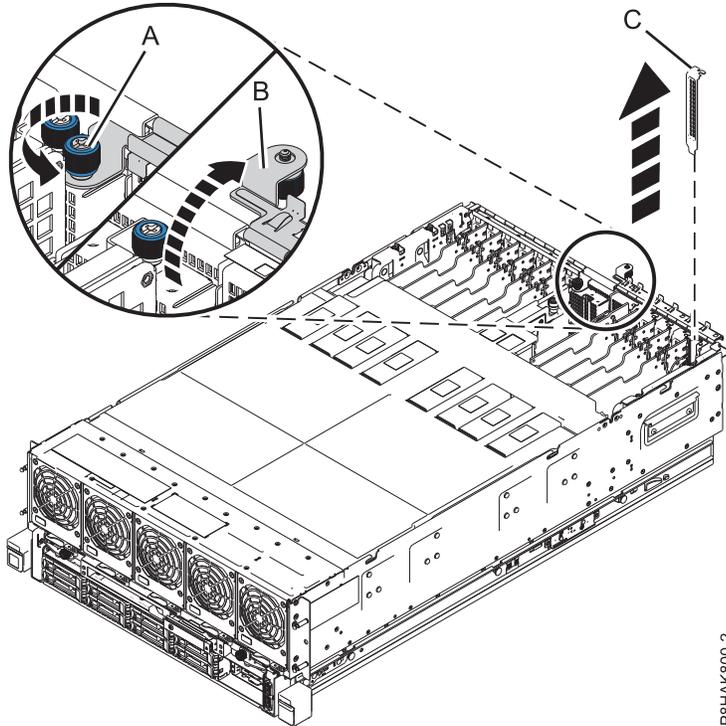

Figure 7. Retrait d'un obturateur d'un emplacement de carte PCIe sur le système 8408-44E ou 8408-E8E
- a. Dévissez complètement la vis moletée captive du support de fixation d'E-S. Voir (A) dans la figure 7, à la page 12.
- b. Ouvrez le support de fixation d'E-S en le faisant pivoter vers le haut et en l'éloignant du système. Voir (B) dans la figure 7, à la page 12.
- c. Pour retirer l'obturateur, saisissez-le avec précaution (C) par son bord supérieur ou sa contre-poupée et retirez-le du système. Voir figure 7, à la page 12.